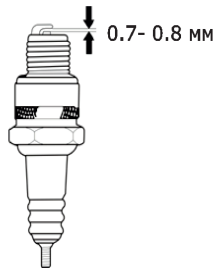

Рис. 24
5. Проверьте зазор между электродами свечи зажигания. Он должен составлять 0.7-0.8 мм (Рис. 24). При необходимости отрегулируйте зазор.